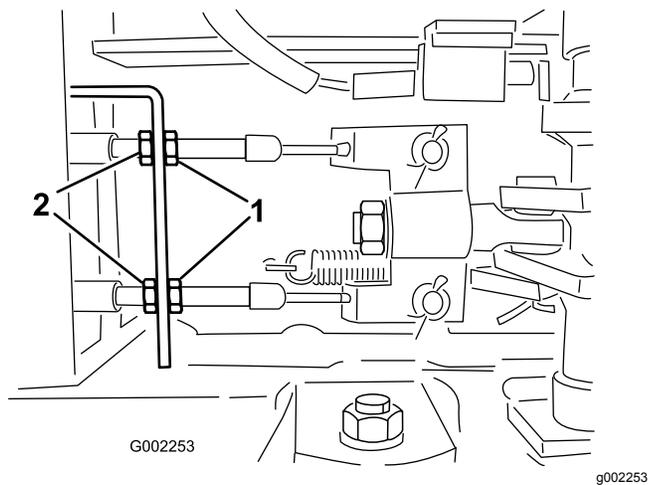

Figura 57
5. Afloje las tuercas delanteras de los cables de freno, debajo del extremo delantero del fumigador (Figura 57).
6. Apriete las tuercas traseras en la misma cantidad hasta que el pedal de freno recorra entre 1 a 2 cm ($\frac{1}{2}$ " a 1") antes de que se note resistencia (Figura 57).